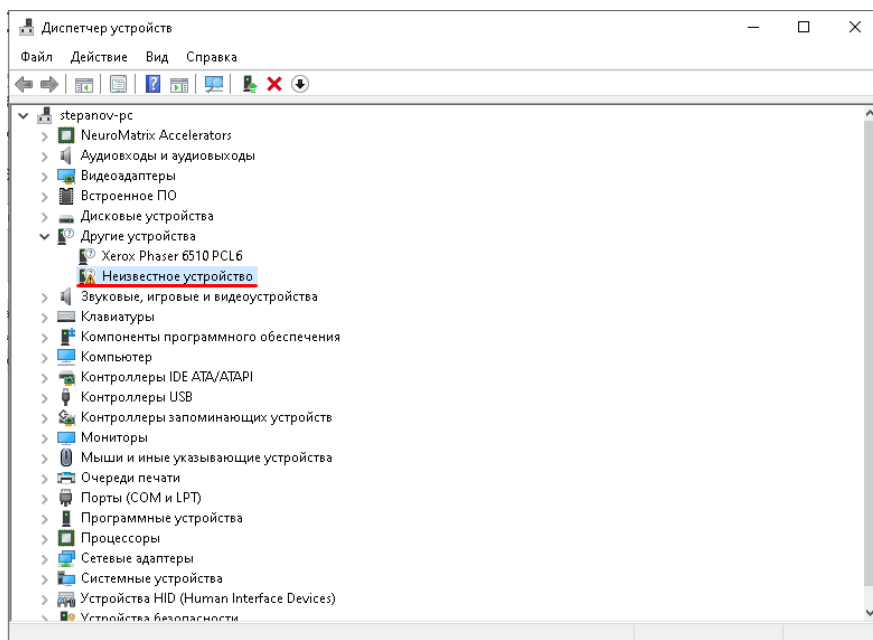

Рисунок 3.24 – Диспетчер устройств при отсутствии драйвера
3.8.2.5 После появления записи «Неизвестное устройство» в группе «Другие устройства» в диспетчере устройств Windows (рисунок 3.24) запустите от имени администратора исполняемый файл DriverInstall.exe в директории C:\Soft_PO_NM-Vision\Driver.